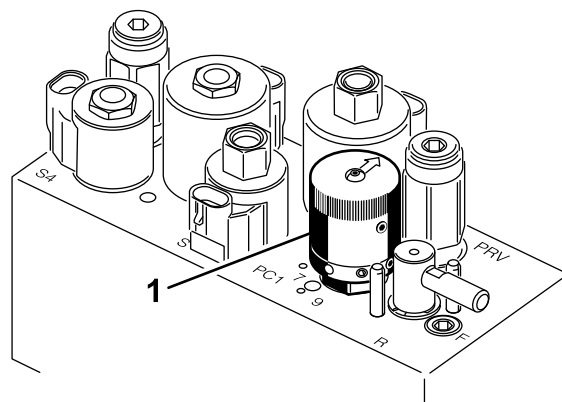

Figura 30
4. Per impostare la velocità dei cilindri girate la manopola (Figura 30) fino a portare le frecce in linea con il numero corrispondente all'impostazione desiderata.